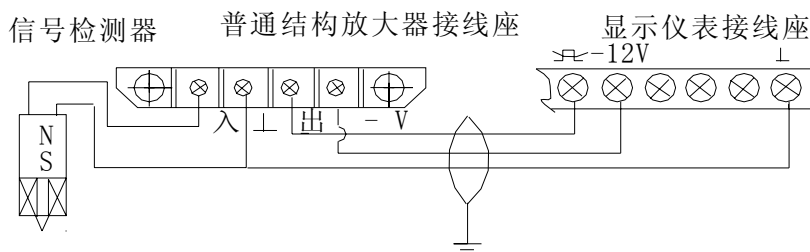

图 12
c. 普通结构放大器（-12V·DC 供电三线制）与显示仪表间的接线（图 12）